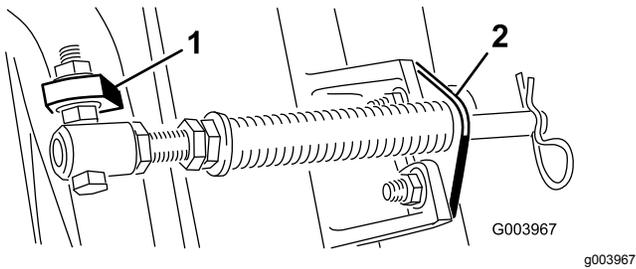

图6
注意 将螺栓头朝向凸耳外侧如 图6 所示。
D. 使用车身螺栓和螺母将杆支架固定到滚刀组凸耳上图6。